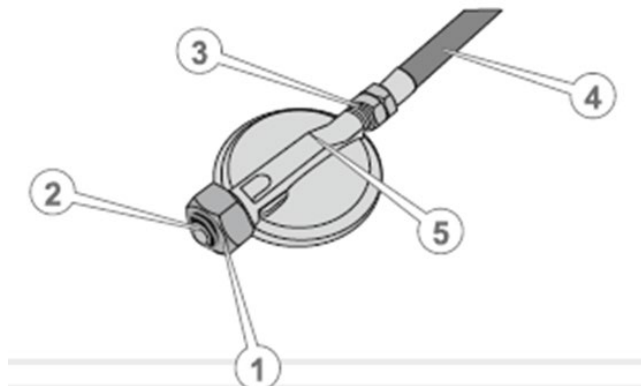

Рисунок 4. Загальний вигляд газового редуктора (редуктора тиску), під'єданого до газового рукава.
4. Перевірити наявність та цілісність гумової прокладки (1, рис. 4) та фільтрувальної сітки (2, рис. 4) на вхідному штуцері регулятора тиску (5, рис. 4).
5. Приєднати вільний кінець газового рукава (4, рис. 4) до вихідного штуцера (3, рис. 4) регулятора тиску (5, рис.4).